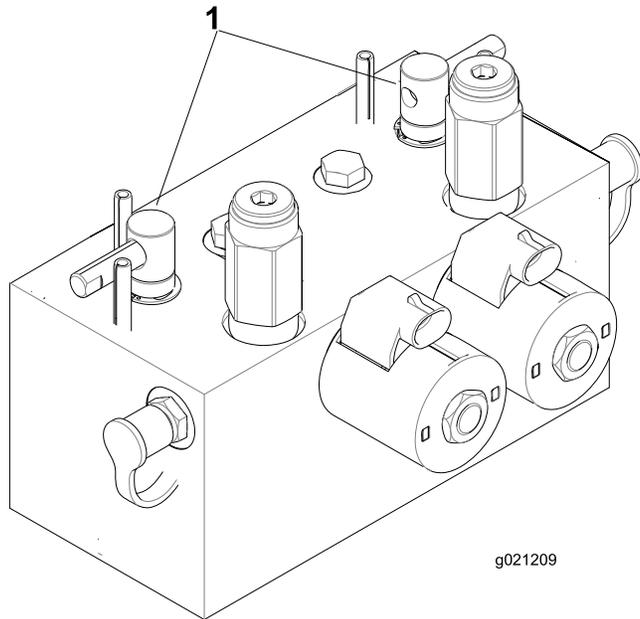

図 75
2. ラッチのロックを外してフードを開けるとバックラップレバーが見える 図 75。
5. バックラップレバーで、前のカッティングユニット又は後ろのカッティングユニット、あるいは両方を選択する 図 75。